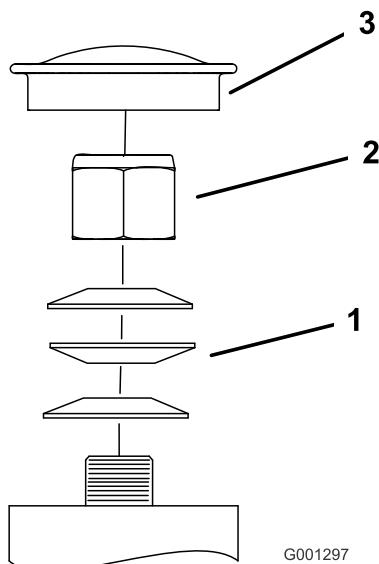

Figura 59
- Retire o tampão antipoeira da roda e aperte a porca de bloqueio (Figura 59).
- Aperte a porca de bloqueio até que as anilhas de mola estejam planas e, em seguida, recue 1/4 de volta para aplicar devidamente a pré-carga nos rolamentos (Figura 59).
Importante: Certifique-se de que as anilhas de mola estão corretamente montadas como ilustrado na Figura 59.
- Instale o tampão antipoeira (Figura 59).